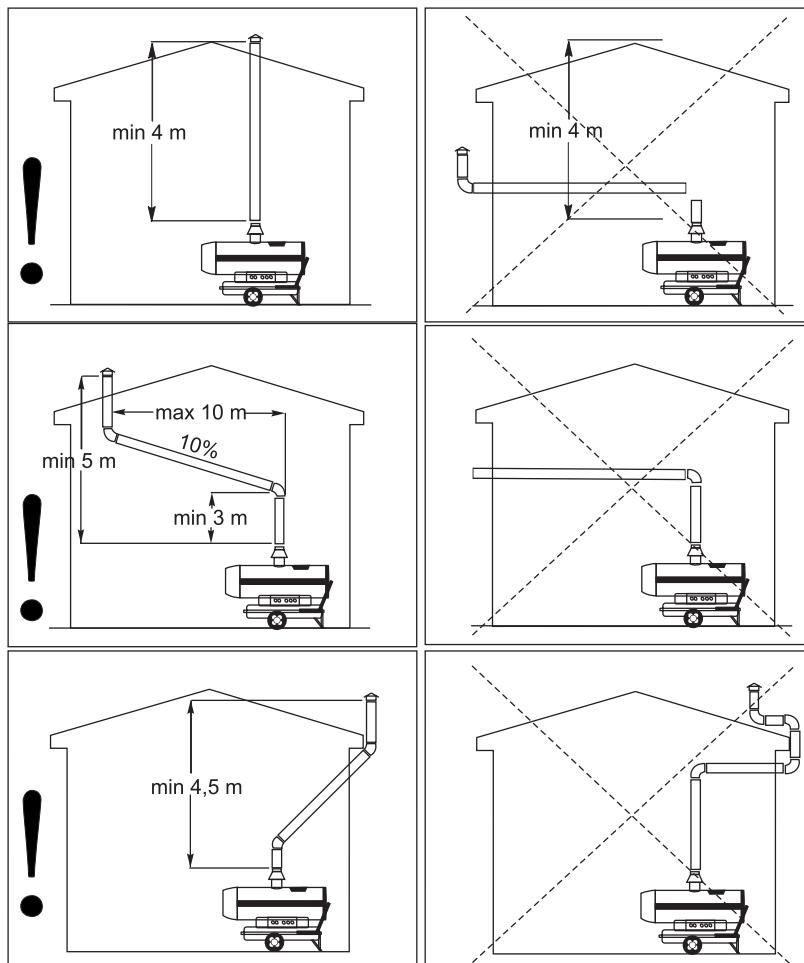

Рисунок 2 — Схема подключения аппарата к дымовой трубе
• Выполните все мероприятия по обеспечению помещения, которое будет обогреваться данным аппаратом устройством естественной или принудительной приточно-вытяжной вентиляции. Выполните требования раздела «Правила безопасности» данной инструкции. Подключите аппарат к дымовой трубе (см. рис. 2).
• Одновременно запальное устройство, смонтированное в камере сгорания, производит розжиг горючей смеси. Горючая смесь образует горящую топливовоздушную струю высокой температуры и направленности. Пройдя через камеру сгорания, топливовоздушная струя полностью сгорает, нагревая при этом ее стенки и дефлектор. Продукты сгорания топливовоздушной струи выходят через дымоотводящий патрубок 4 аппарата и далее в дымовую трубу. Дымовая труба отводит дымовые газы за пределы здания (см. рис. 2). При прекращении подачи электроэнергии (независимо от причины), затухании пламени или при перегреве, автоматика безопасности отключает аппарат, тем самым предотвращая возможные аварийные ситуации.